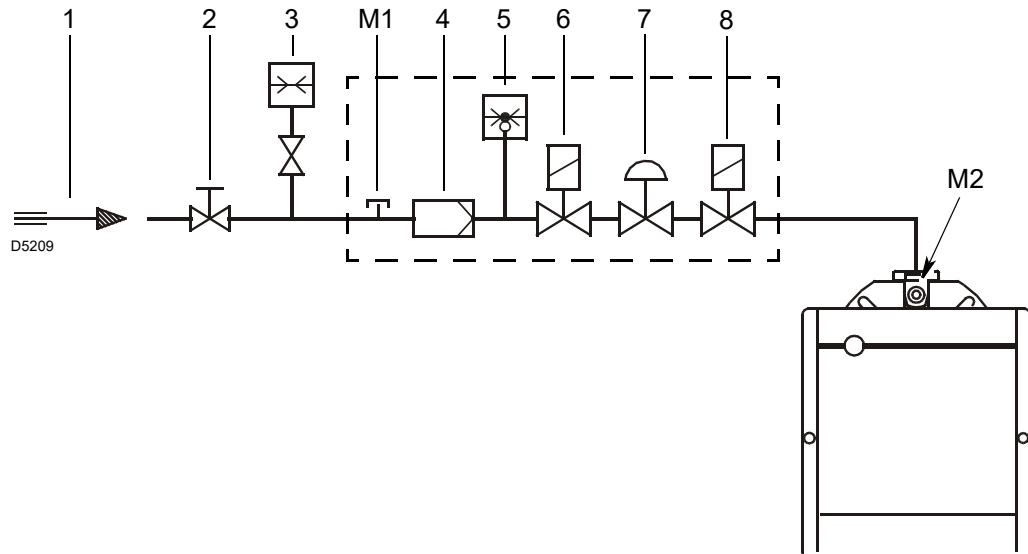

Fig. 14
Leyenda (Fig. 14)
Para conocer la presión del gas necesario en la toma M2)(Fig. 14), fijada la potencia máxima de modulación a la cual se desea que funcione el quemador:
- Leer a la derecha, columna 1, la presión en la toma M2)(Fig. 14).
presión necesaria en la toma M2)(Fig. 14).
Presión del gas medida en la toma M2)(Fig. 14), con:
- sustraer de la presión del gas en la toma M2)(Fig. 14) la presión cámara de combustión.
$$\begin{array}{lcl} \text{Presión del gas en la toma (M2)(Fig. 14)} & = & 12,2 \text{ mbar} \\ \text{Presión cámara de combustión} & = & 2,2 \text{ mbar} \\ 12,2 - 2,2 & = & 10 \text{ mbar} \end{array}$$